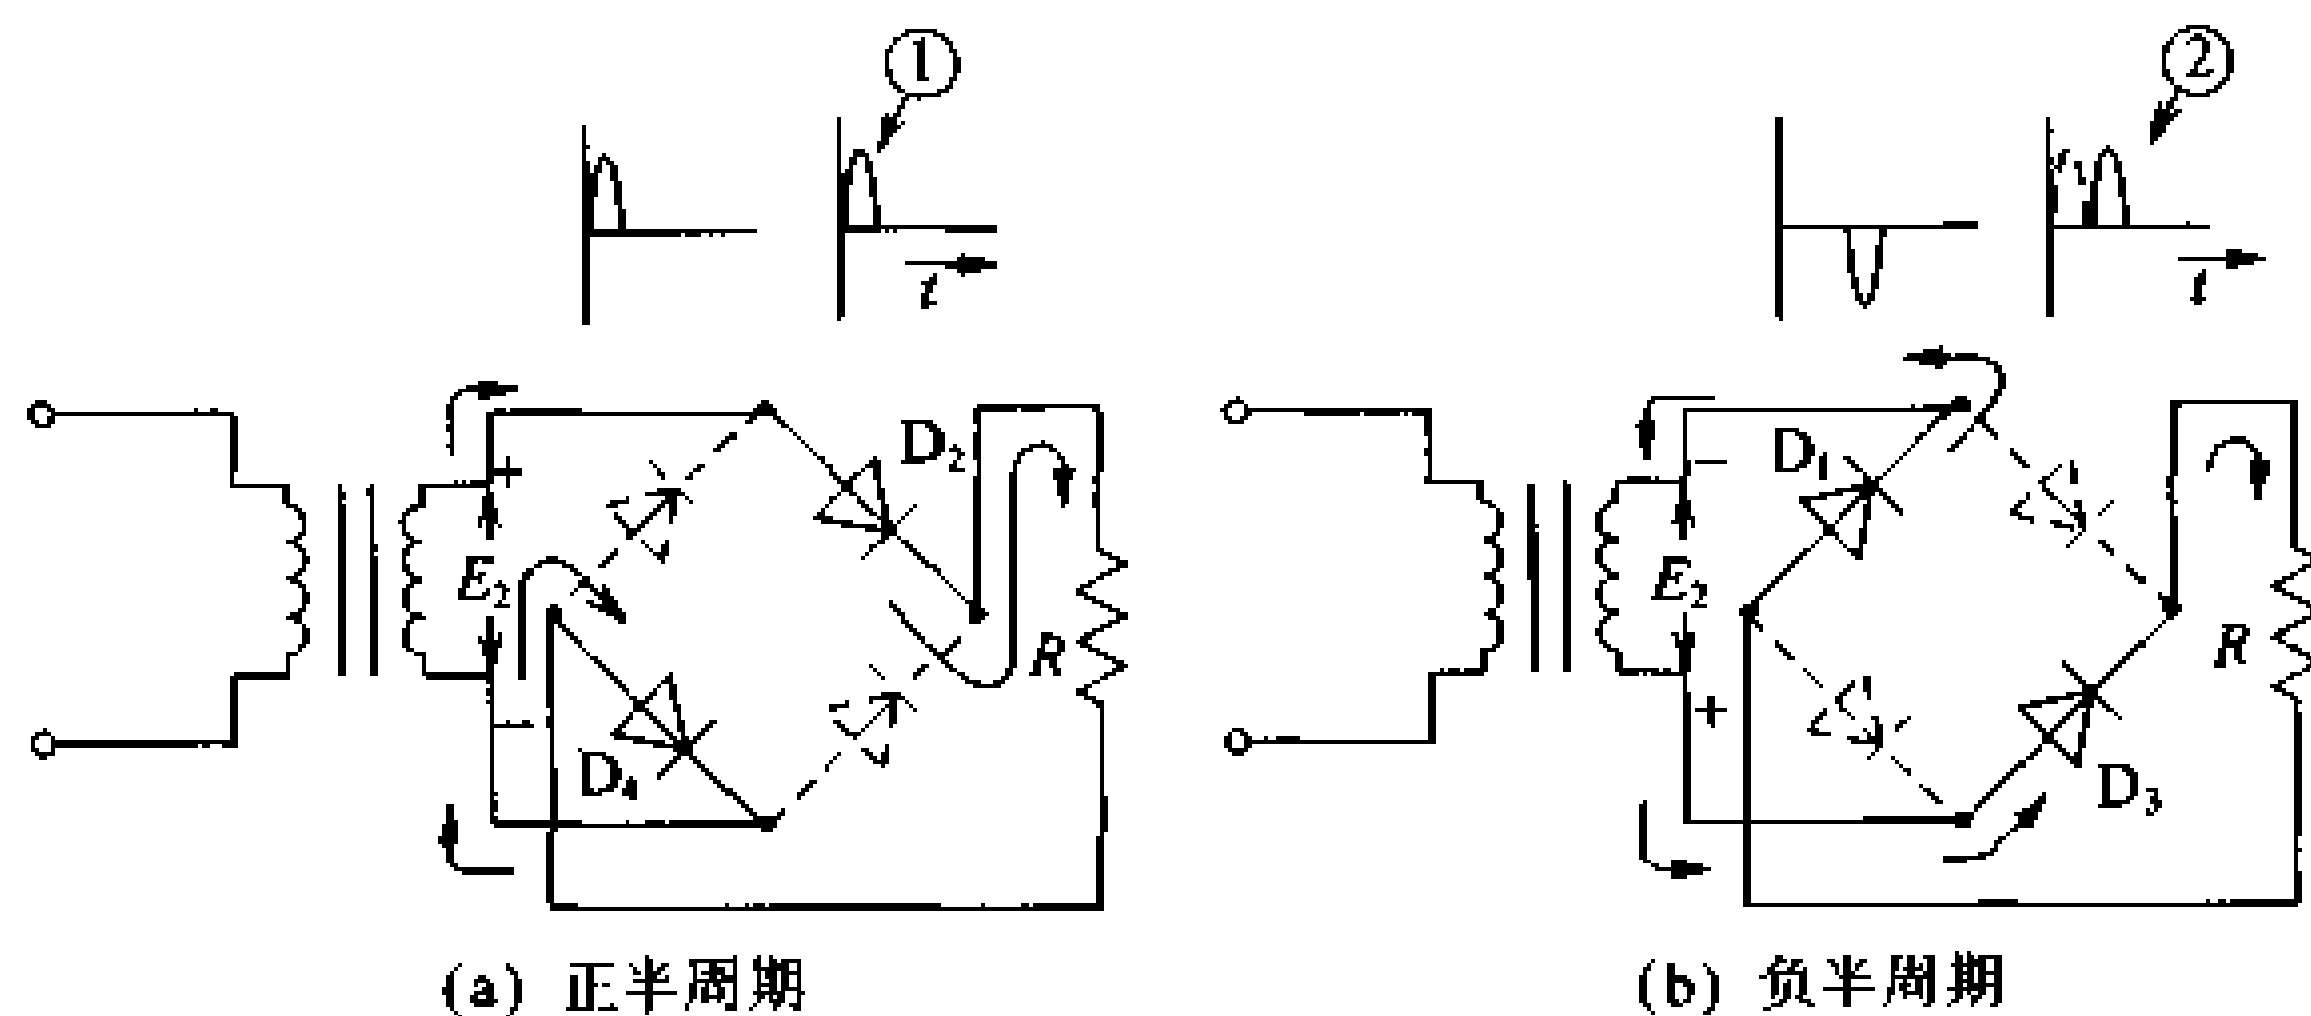

图 3.74 桥式全波整流
图 3.74(a)、(b)给出了桥式全波整流电路工作原理的说明。在图 3.74(a)里,  $E_2$  是正半周,  $D_2$ 、 $D_4$  为导通方向,即可形成  $+$   $\rightarrow$   $D_2 \rightarrow R \rightarrow D_4 \rightarrow -$  的闭合电路。这时,负载  $R$  上流过如图中①所示的正半周电流。在图 3.74(b)里,  $E_2$  是负半周,  $D_1$ 、 $D_3$  为导通方向,即可形成  $+$   $\rightarrow$   $D_1 \rightarrow R \rightarrow D_3 \rightarrow -$  的闭合电路。这时负载  $R$  上流过如图中②的负半周电流。